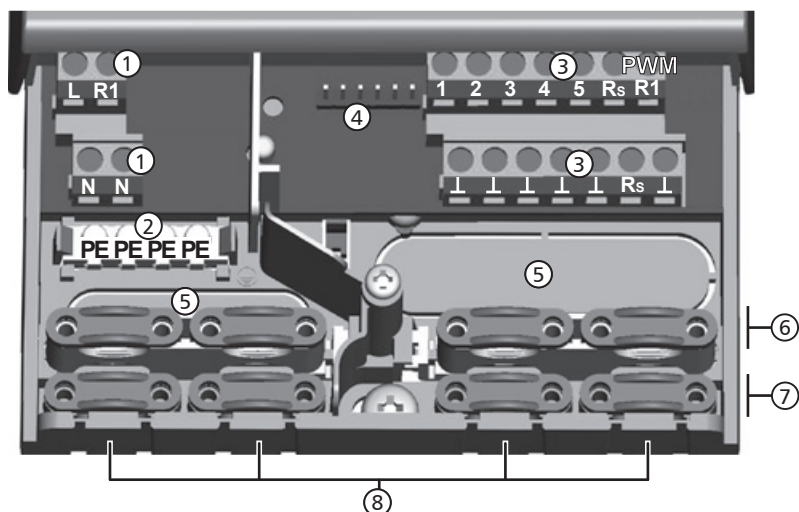

Fig. 3: Morsetti di collegamento nel lato inferiore del regolatore (calotta coprimorsetti rimossa)
1. Perforare le aperture ⑤ (Fig. 3) con un attrezzo adatto.
1. Intagliare e perforare con un coltello adatto le aperture per cavi ⑧ (Fig. 3) *necessarie* a sinistra e a destra.